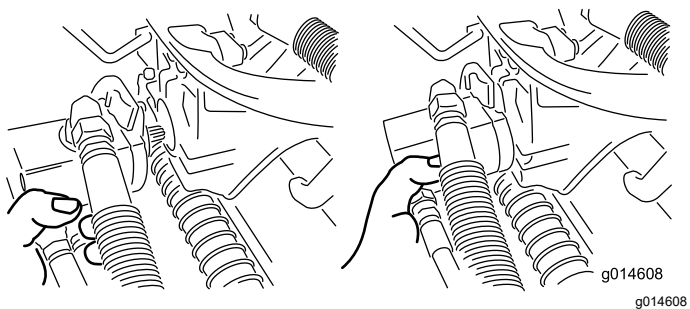

Рисунок 52
3. Переместите электродвигатель на место хранения на передней стороне рычага подвески (Рисунок 52).